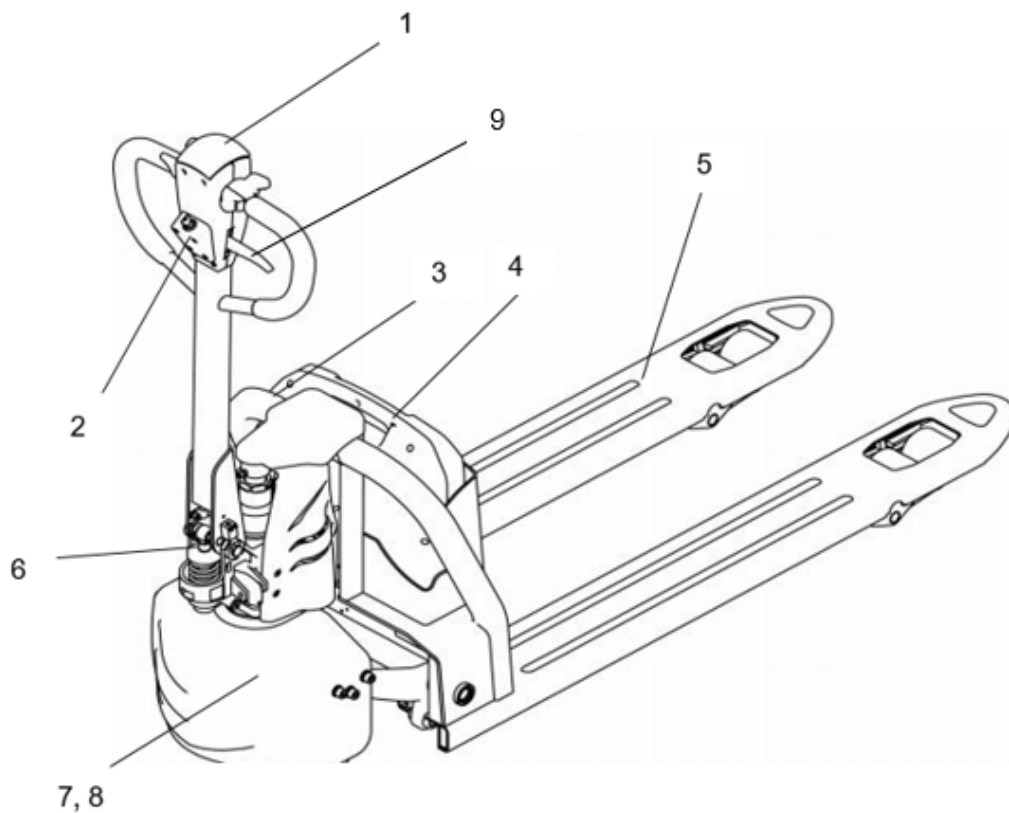

Рисунок 1
1. Нажмите на кнопку включения АКБ (3 на рис.1), расположенную на корпусе АКБ